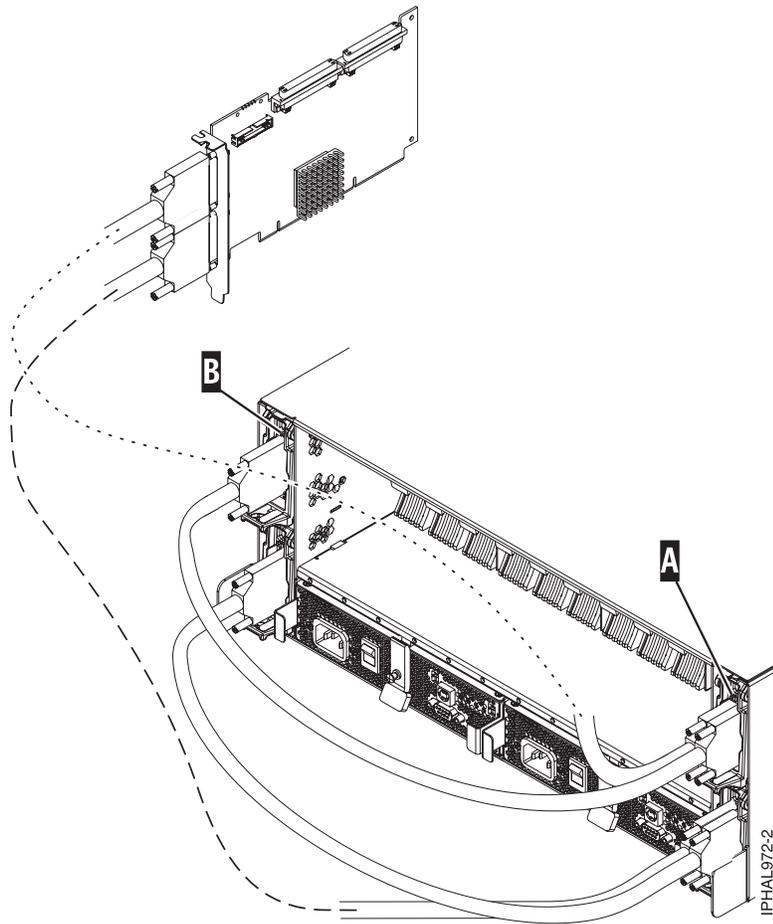

Abbildung 20. Anschließen des SCSI-Kabels an eine Doppel-Repeater-Karte, die an Einzel-Repeater-Karte angeschlossen ist
- Wenn Sie eine Kombination aus Einzel-Repeater-Karten und Doppel-Repeater-Karten verwenden, schließen Sie ein SCSI-Kabel an die Doppel-Initiator-Repeater-Karte (A) an. Schließen Sie dann die Doppel-Repeater-Karte (A) mit einem anderen SCSI-Kabel an die Einzel-Repeater-Karte (B) an. Weitere Informationen erhalten Sie unter Abb. 20 auf Seite 67.